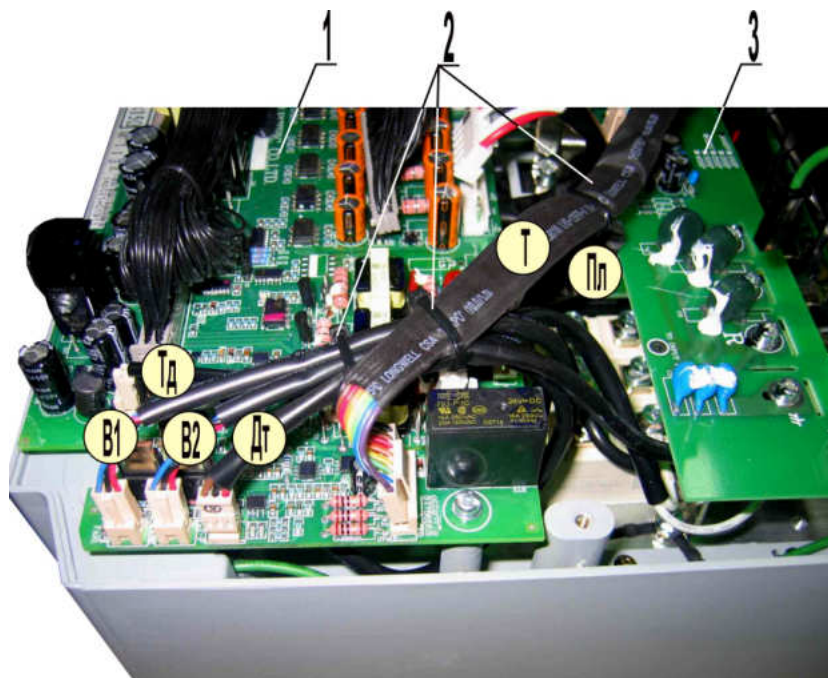

Рис. 7.28
7.13.15. Скрепить жгуты токовых датчиков и управления диодно-тиристорными модулями стяжкой 2 (рис. 7.28). Отрезать хвост стяжки у замка.
7.13.16. Скрепить жгуты термодатчика, вентиляторов и датчика тока шины «+» стяжкой 2 (рис. 7.28). Отрезать хвост стяжки у замка.
7.13.17. Скрепить между собой группы жгутов (п.7.13.5 и 7.13.6) стяжкой 2 (рис. 7.28). Отрезать хвост стяжки у замка.